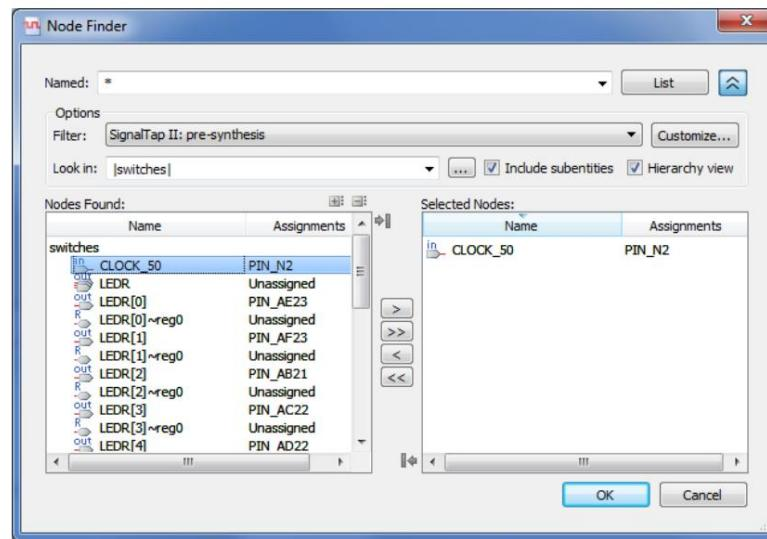

Figure 9. Définition de CLOCK\_50 comme horloge pour l'instance SignalTap sur une carte de la série DE.
4. Avant que l'analyseur SignalTap puisse fonctionner, nous devons spécifier quelle horloge va exécuter le module SignalTap qui sera instancié dans notre conception. Pour ce faire, dans la zone Horloge du panneau Configuration du signal de l'Dans la fenêtre SignalTap, ..., qui ouvrira à nouveau la fenêtre de recherche de nœuds. Sélectionnez Liste pour afficher tous les nœuds. cliquez sur les nœuds qui peuvent être ajoutés comme horloge, puis double-cliquez sur CLOCK\_50, ce qui donne l'image affichée dans Figure 9. Cliquez sur OK.